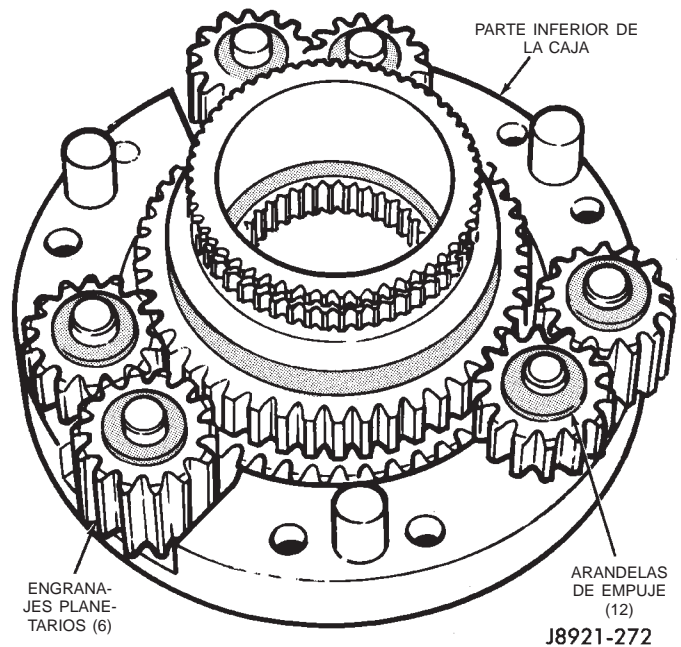

Fig. 46 Desmontaje de engranajes planetarios y arandelas de empuje
(5) Retire las arandelas de empuje y los engranajes planetarios de los pasadores de la caja (Fig. 46).